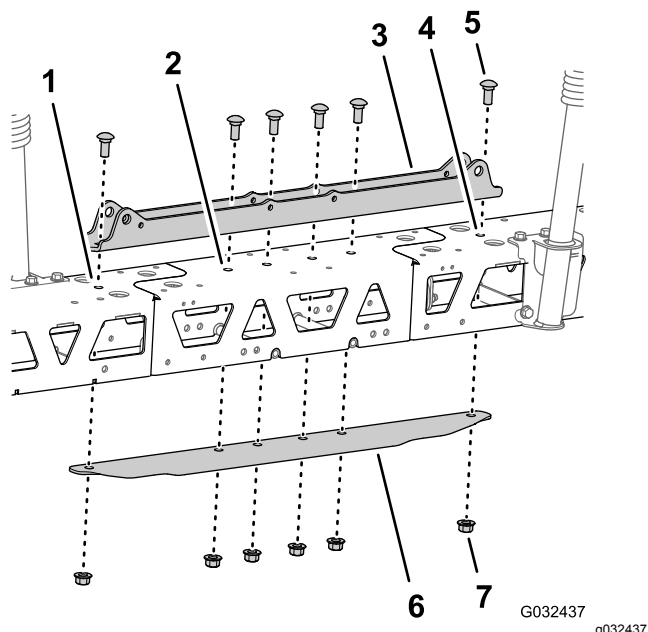

Рисунок 53
5. Совместите отверстия в креплении цилиндра с отверстиями на осевой линии ферменной рамы и удлинителе средней секции стрелы (Рисунок 53).
6. Вставьте соединительную пластину в ферменную раму и удлинитель средней секции стрелы и совместите отверстие в соединительной пластине с отверстиями на осевой линии ферменных рам и удлинителя стрелы (Рисунок 53).
7. Зафиксируйте крепление цилиндра, фермы, удлинитель средней секции стрелы и соединительную пластину при помощи двух каретных болтов (1/2 x 1-1/4 дюйма) и двух фланцевых контргаек (1/2 дюйма), снятых при выполнении пункта 2 раздела Разделение ферм средней секции опрыскивателя \(страница 28\), и 4 каретных болтов (1/2 x 1-1/4 дюйма) с 4 фланцевыми контргайками (1/2 дюйма) из доводочного комплекта системы опрыскивания GeoLink (Рисунок 53).